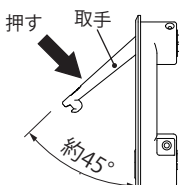

図 5
2. 飛び出している取手を本体側に押し込んでください。(図 5、6)